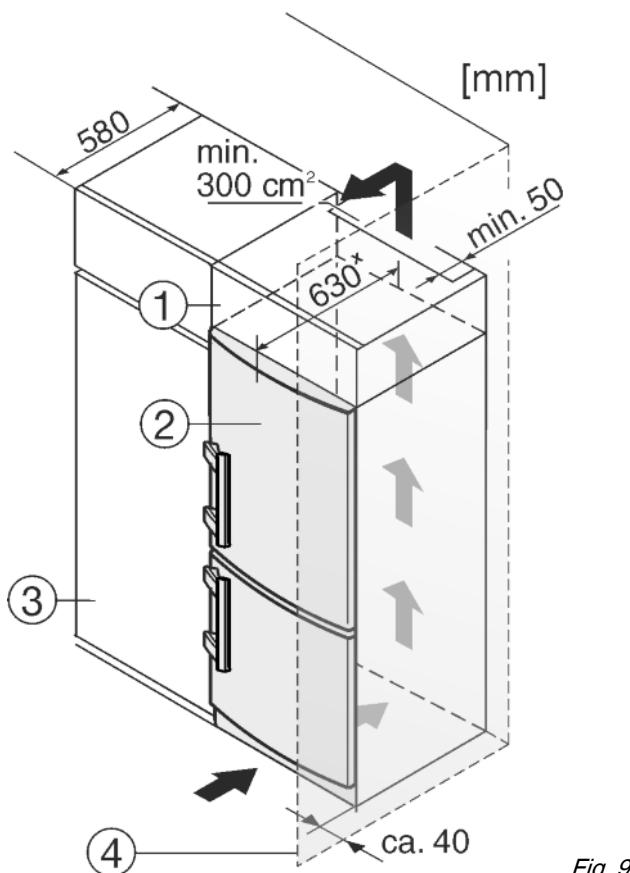

Fig. 9
- (1) Колонна на столешнице
(2) Устройство
(3) Кухонный шкаф
(4) Стена
Устройство может быть окружено предметами кухонной обстановки. Чтобы уравнять устройство Fig. 9 (2) по высоте с кухонной стенкой, можно установить над устройством соответствующий дополнительный шкафчик Fig. 9 (1).
При комбинировании с кухонными шкафами (глубина макс. 580 мм) устройство можно установить непосредственно рядом с кухонным шкафом Fig. 9 (3). Устройство выступает сбоку на 34 мм^x и по центру на 50 мм^x относительно передней стенки кухонного шкафа.
Если устройство установлено на шарнирах у стены Fig. 9 (4), то расстояние между устройством и стеной должно быть не менее 40 мм. Настолько выступает ручка при открытой дверце.